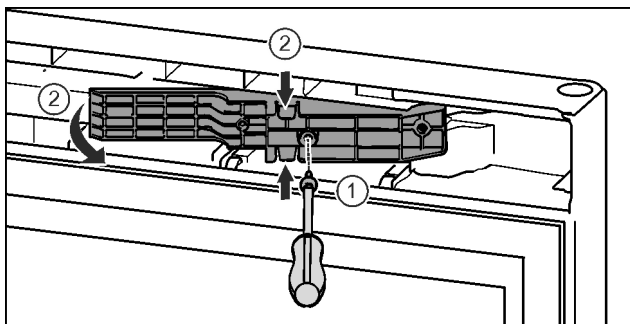

Fig. 14 *
- ▶ Con il cacciavite T15 svitare le viti. Fig. 14 (1)*
- ▶ Estrarre l'adattatore. Fig. 14 (2)*